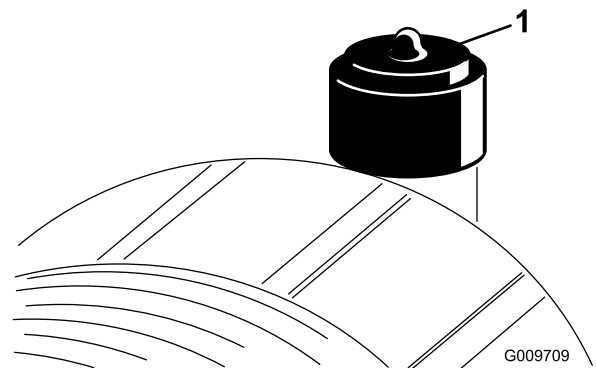

Figura 47
Faça a manutenção ao filtro de ar apenas quando o indicador de manutenção o exigir (Figura 47). Mudar o filtro de ar antes de ser necessário apenas aumenta a possibilidade de entrar sujidade no motor quando retira o filtro.
2. Reinicie o indicador (Figura 47) se este se apresentar vermelho.